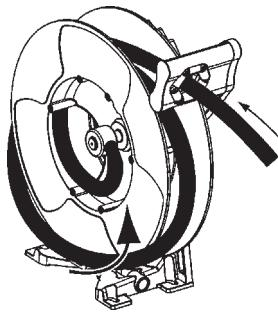

Fig. 13
2. Wind the hanging hose in the reel (Fig 13).
2. Introducir una vuelta de la manguera, en el disco del enrollador (fig. 13).